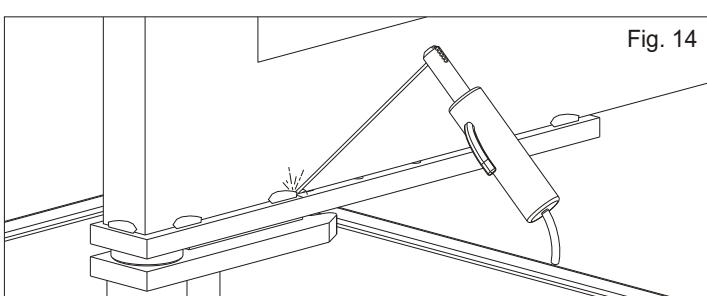

Fig. 14
3.2. souder soigneusement l'ensemble vantail au vantail du portail faisant un fixage à traits d'environ 3-4 cm sur la surface de contact en évitant la soudure dans l'environnement des trous taraudés, en outre il faut respecter la perpendicularité avec l'axe de rotation (Fig. 14)